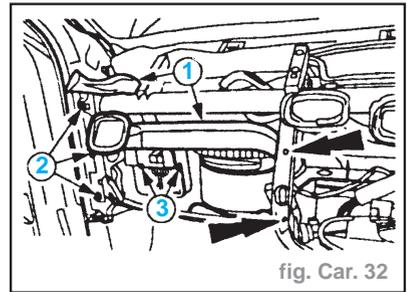
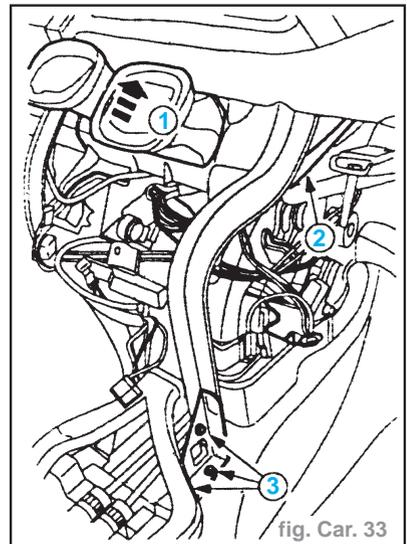

fig. Car. 32
fig. Car. 33
- Déclipser et déposer les tuyaux de ventilation (1). (fig. Car. 32)
- Déposer les vis (2).
- Déposer le boîtier électrique central de la traverse (3).
- Déposer le tuyau de ventilation (1). (fig. Car. 33)
- Détacher les faisceaux de câblage de la traverse (2).
- Déposer le support de traverse (côté droit représenté) (3).